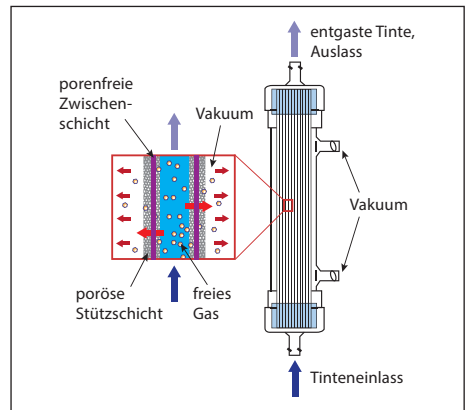

Abbildung 2: schematische Darstellung des Entgasungsprozesses
- 3.2 Schließen Sie die Flüssigkeits- und die Vakuumanschlüsse an. (Siehe Abbildung 2.) Die Anschlussflächen müssen sauber und unbeschädigt sein, Luer-Lok Anschlüsse nicht zu fest anziehen.